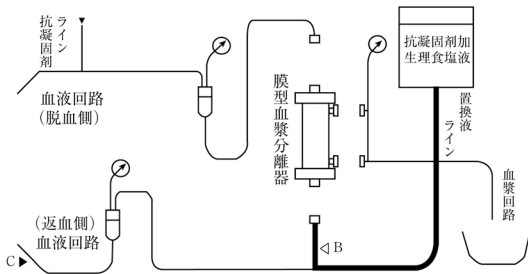

図 3. 血液回路の洗浄 (2)
- (1) 返血側回路の B をクランプする。
- (2) 置換液ラインに抗凝固剤加生理食塩液 (1000mL) を接続し、抗凝固剤加生理食塩液を流す。
- (3) 充填し終わったら C をクランプする。
- (4) クランプ B を外す (図 3 参照)。